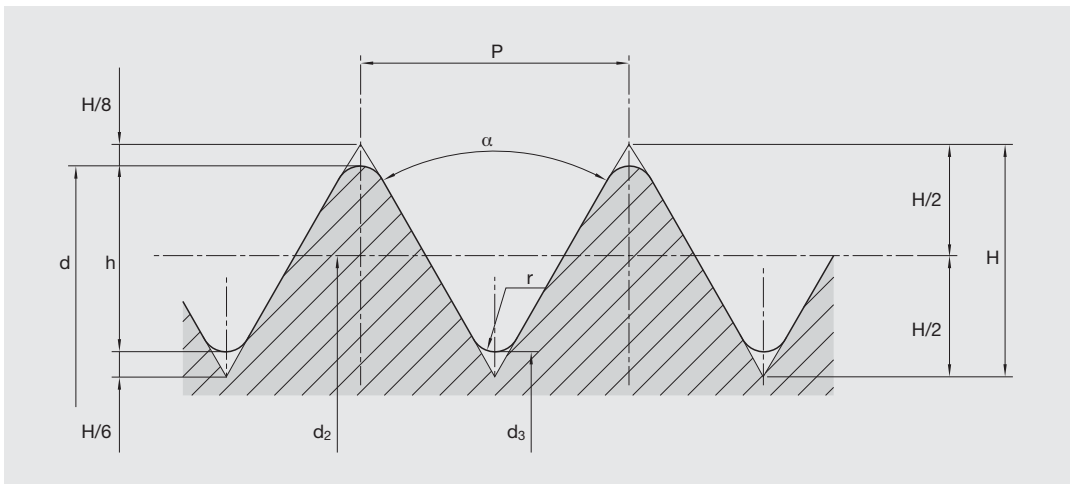

Abb. 14: Kenngrößen von Gewinden (Beispiel: Metrisches ISO-Gewinde)
- d₃*: Kerndurchmesser [mm] (Abbildung 14)